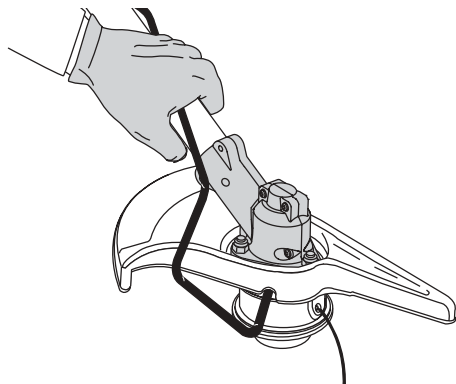

Figure 9
2. Sostenga la varilla de cierre en su lugar junto al brazo de la unidad (Fig. 9).